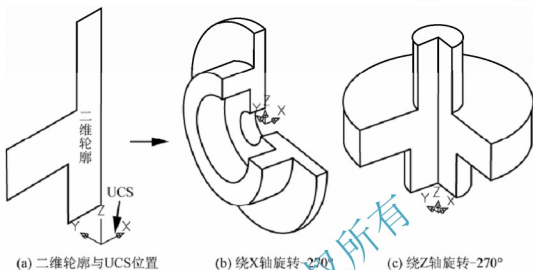

图 11-22 以 UCS 的 X 轴、Z 轴为旋转轴得到旋转体
(4) **【X/Y/Z】**: 使用当前 UCS 中的坐标轴(X、Y、Z)作为旋转轴。将二维轮廓(图 11-22(a))分别绕当前 UCS 的 X 轴和 Z 轴旋转 -270° 形成的旋转体, 如图 11-22(b)和图 11-22(c)所示。